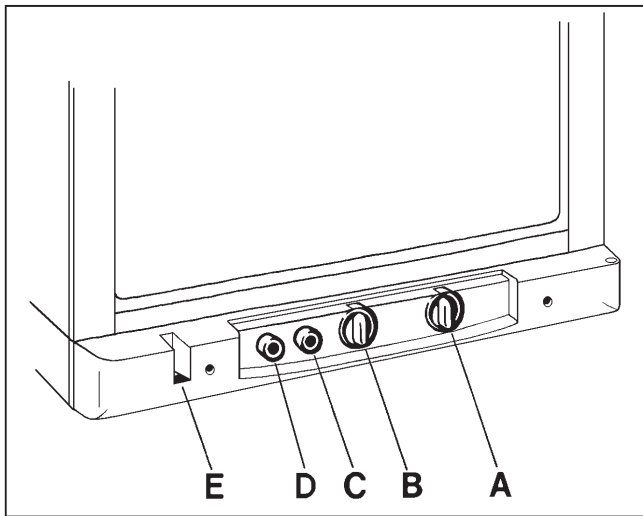

FIG. 1
Der Kühlschrank kann entweder mit 230 V oder Flüssiggas betrieben werden. Die Betriebsweise wird mit Hilfe der Bedienungselemente eingestellt, die in Fig.1 ersichtlich sind.
Die Positionsnummern beziehen sich auf Fig. 1.
Die Positionsnummern beziehen sich auf Fig.1. Ein Absorptionskühlgerät arbeitet völlig geräuschos. Etwa eine Stunde nach dem Einschalten sollte das Tiefkühlfach kalt werden. Bis der Kühlschrank die normale Betriebstemperatur erreicht hat, dauert es einige Stunden (abhängig von der Umgebungstemperatur). Wenn der Schrank mit Lebensmitteln beladen ist, verlängert sich die Abkühlzeit. Der Thermostat erlaubt die kontinuierliche Regelung der Temperatur im Kühlschrank. Normalerweise wird der Drehknopf (B) in Stellung 3-5 gesetzt. Wenn Sie eine niedrigere (kältere) Temperatur wünschen, drehen Sie bitte den Knopf auf eine höhere Stufe